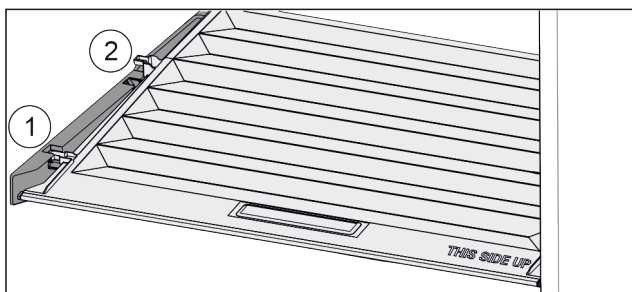

Fig. 94
- ▶ Потянуть крышку до отверстия в поддерживающих деталях вперед *Fig. 94 (1)*.
- ▶ Поднять сзади снизу и извлечь *Fig. 94 (2)* движением вверх.